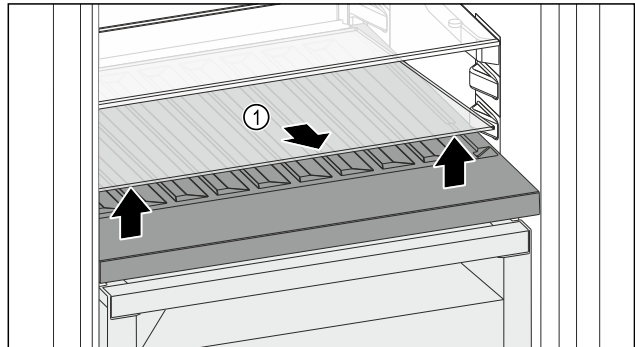

Fig. 114
- ▶ Soulever la plaque de verre Fig. 114 (1) au niveau de l'évidement avant et la retirer.
- ▶ Entreposer la plaque de verre Fig. 114 (1) dans un endroit sûr hors de l'appareil.